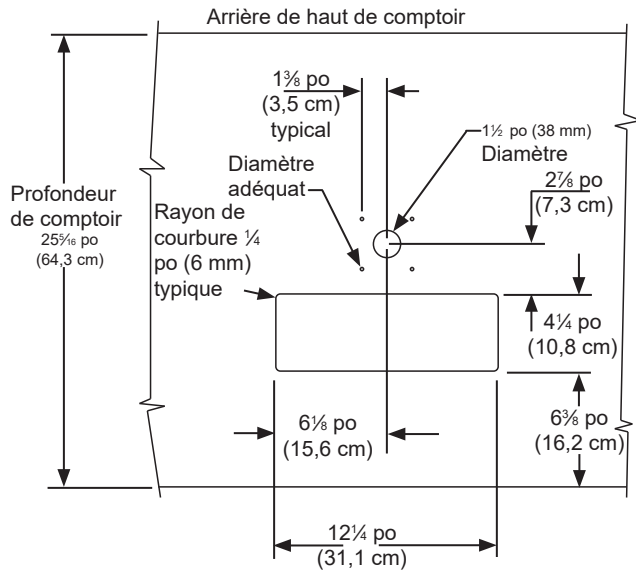

Figure 38
4. Si vous installez votre réfrigérateur à fûts sous un comptoir, vous devrez percer 5 orifices dans le dessus de comptoir pour y monter la tour. Le premier de ces orifices fait 1 1/2 po de diamètre au centre de l'emplacement de la tour, pour la conduite de bière, à situer à environ 13 1/2 po (34,3 cm) du bord avant du haut de comptoir (sur la base d'une largeur de comptoir standard de 25 5/16 po). Ensuite vous percez 4 orifices de montage selon les dimensions de la Figure 38. Leur diamètre dépend du matériau du haut de comptoir et de l'éventuelle nécessité de chevilles. Les vis fournies sont dans le paquet de la littérature, ce sont des vis en acier inox type AB de 10 x 1 po. Marquez et réalisez la découpe pour le puisard de drainage. Une fois les orifices percés et le réfrigérateur pour fûts en place sous le dessus de comptoir, passez la conduite de bière au travers du joint de la tour, dans le orifice de 1 1/2 po dans le dessus de comptoir, et le orifice en haut du réfrigérateur pour fûts. Montez la tour sur le dessus de comptoir avec les 4 vis fournies. Placez le puisard de drainage, tiré du paquet de littérature, dans la découpe rectangulaire avec son encoche ronde vers l'arrière contre la tour, et placez la grille dessus.
Les dimensions de découpe montrées en Figure 38 sont basées sur un haut de comptoir de profondeur 25 5/16 po (64,3 cm). Votre comptoir peut avoir une dimension différente et nécessite un autre positionnement d'avant à arrière. Référez-vous aux dimensions de produit en pages 6 pour déterminer les mesures requises.